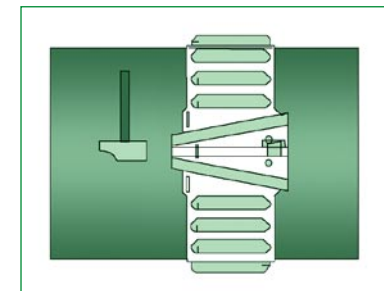

Fig. 5
6. Avvolgere la banda continua al tubo, unire le estremità dei moduli esterni con l'ultimo registro conservato, in modo da formare il collare e battere direttamente sul registro con un martello per effettuare il serraggio (**Fig. 5**).
*Fold the continuous band around the tube, unite the edges of the external modules with the last register kept, in order to form a spacer, and hit directly on the register with a hammer to seal (see **Fig. 5**).*